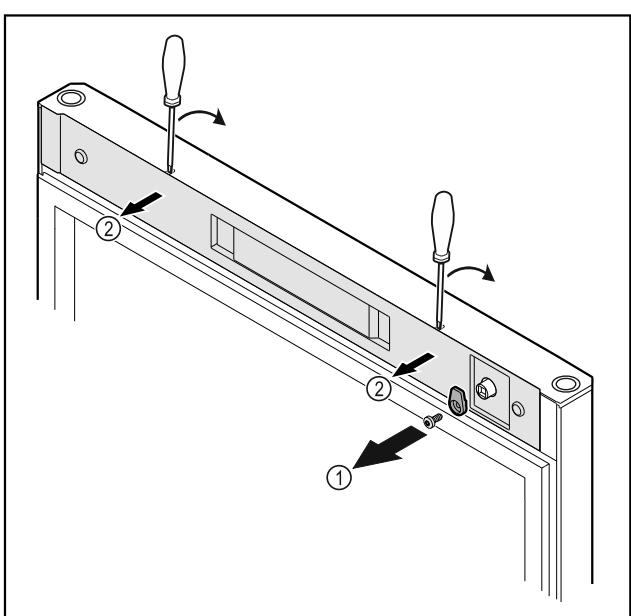

Fig. 12 *
- Odvrnite kuke za zatvaranje Fig. 12 (1).*
- Odvojite poklopac Fig. 12 (1) malim odvijačem i skinite ga.*